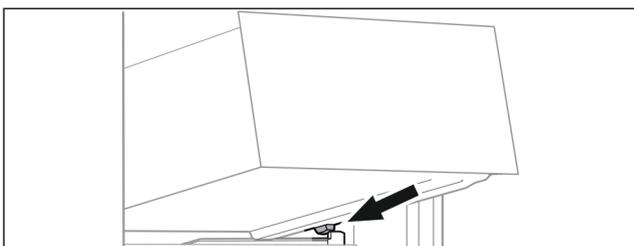

Fig. 62
- ▶ Schubfach schräg hinter den Stopperrn auf Behälterrippe aufsetzen. (siehe Fig. 62)